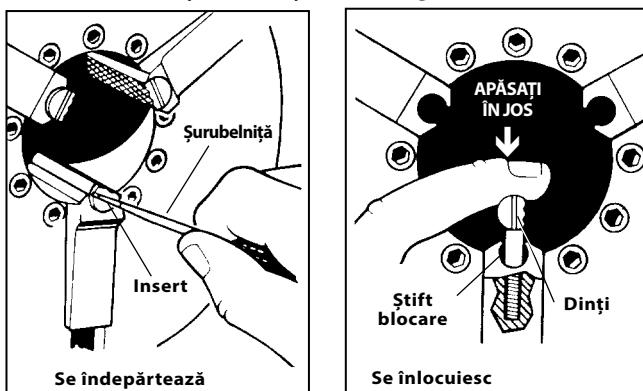

Figura 33 – Înlocuirea inserturilor bacurilor
1. Puneți surubelnită în fanta de inserție și o roțiți 90 grade în oricare direcție. Scoateți insertul (Figura 33).
2. Așezați insertul lateral pe știftul de blocare și îl apăsați în jos cât mai mult posibil (Figura 33).